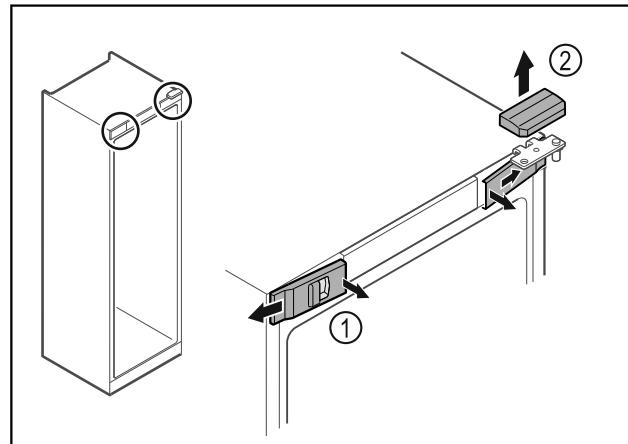

Fig. 14
- ▶ 从内侧松开前盖板 Fig. 14 (1) 并移到一旁。
- ▶ 朝上取下上盖板 Fig. 14 (2)。